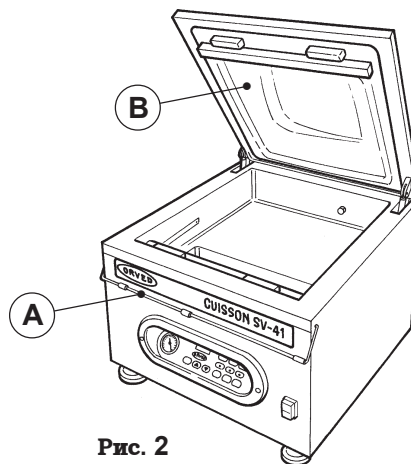
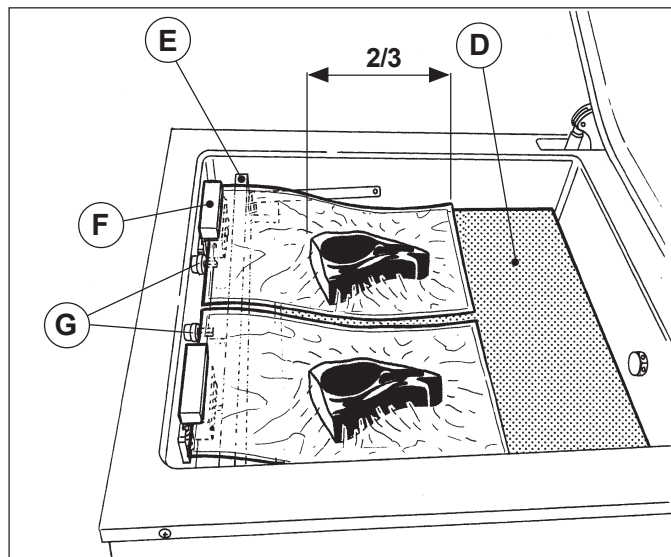
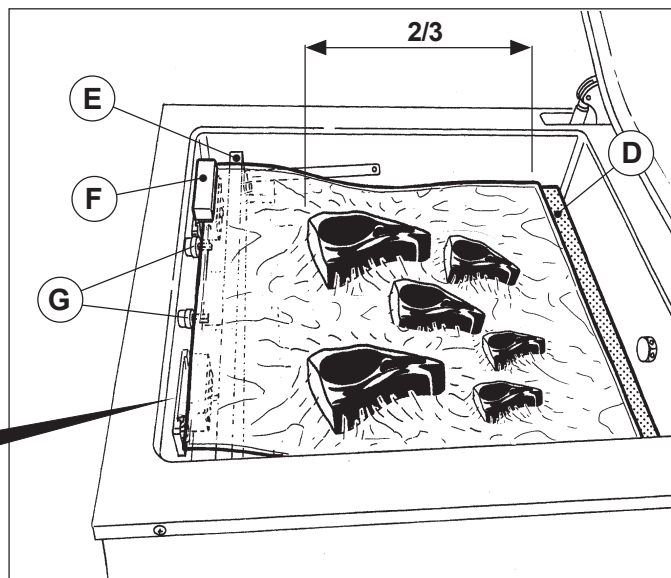

Рис. 2
Рис. 3
Рис. 4
- Опустите держатель крышки (A - Рис. 2): крышка рабочей камеры из плексигласа откроется (B).
- Полностью заполните пластинами вертикальное углубление рабочей камеры (C). В зависимости от упаковываемого продукта заполните горизонтальную часть рабочей камеры необходимым количеством пластин (D).
- Выберите подходящий для данного продукта пакет (продукт должен занимать около 2/3 от полезного объема пакета). Разместите пакет с продуктом внутри рабочей камеры таким образом, чтобы его открытая сторона располагалась на сварочной планке (E) и в зоне действия маркировщика (F). В случае использования опции ГАЗ, убедитесь, что форсунка (G) находится внутри пакета. Возможно упаковывать одновременно сразу два пакета (Рис. 3) или же только один (Рис. 4), в этом случае, советуется снять неиспользуемый маркировщик (Рис. 5).